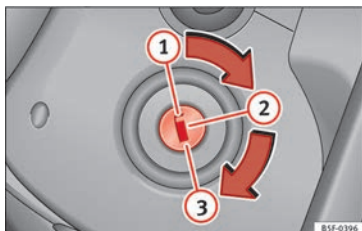

Fig. 145 Positions de la clé du véhicule.
- Amenez la clé de contact en position ① » » fig. 145.
- Retirez la clé de contact d'allumage sur la position ① » » fig. 145 » » ⚠.